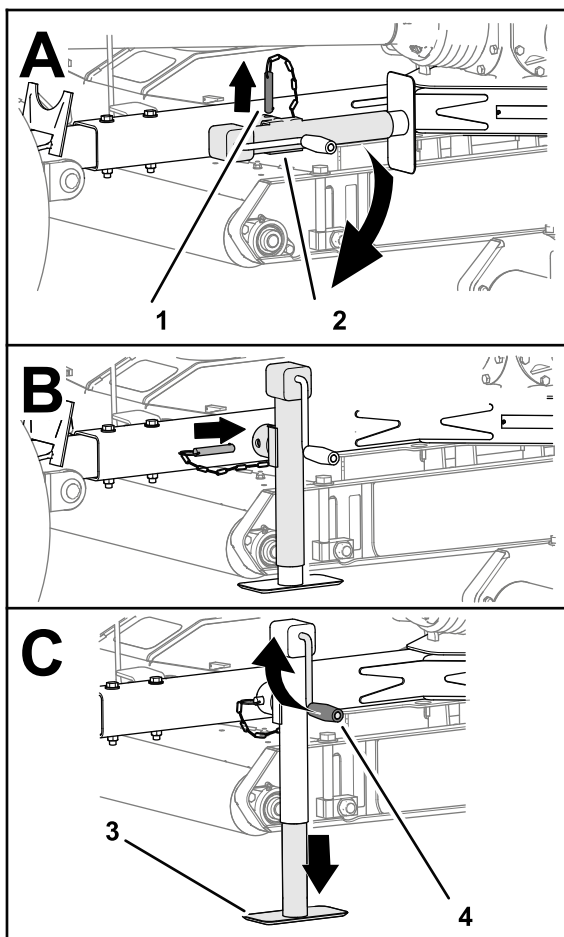

Figura 23
3. Retire o pino e rode a barra de reboque na vertical (Figura 23).
- Alinhe o orifício na barra de reboque com o orifício no macaco (Figura 23).
- Insira o pino através dos orifícios na barra de reboque e no macaco (Figura 23).
- Rode a pega do macaco para subir completamente o tapete do macaco; consulte Figura 23 em Utilização do macaco da barra de reboque (página 16).